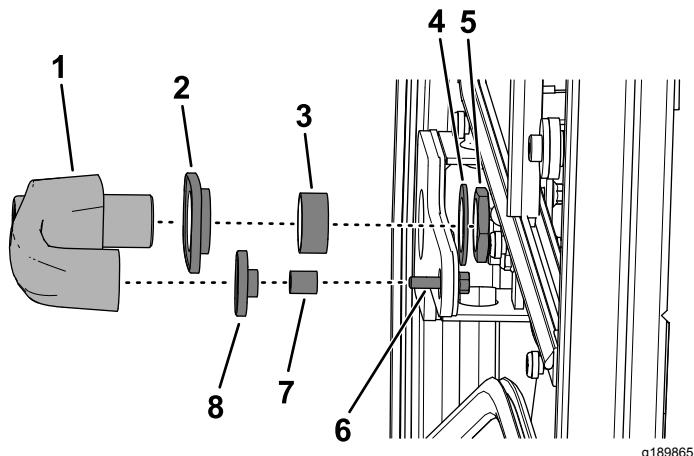

Figure 2
3. Retirez l'écrou de fixation, la rondelle, la vis à embase (6 x 25 mm), 2 entretoises et 2 bagues de la poignée de porte, puis déposez la poignée (Figure 2).